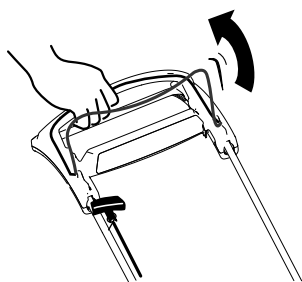

Рисунок 17
2. Потяните штангу управления ножом в направлении рукоятки (Рисунок 17).